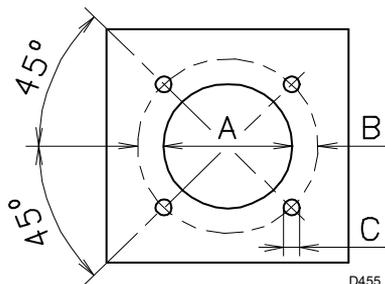

Abb. 6
5.3 Kesselplatte (Abb. 6)
Die Abdeckplatte der Brennkammer, so wie auf der Abb. 6 dargestellt, vorbohren. Die Position der Gewindebohrungen kann mit der zur Grundausstattung gehörenden Isolierplatte ermittelt werden.